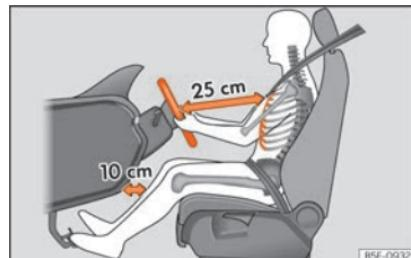

Fig. 3 La separación correcta entre el conductor y el volante debe ser de 25 cm como mínimo (10 pulgadas).
- Ajuste el volante de modo que quede a una distancia de, por lo menos, 25 cm (10 pulgadas) del esternón »» **fig. 3** y lo pueda sujetar con ambas manos por los lados, por la parte exterior, con los brazos ligeramente flexionados.
- Ajuste longitudinalmente el asiento de forma que pueda pisar a fondo los pedales con las rodillas ligeramente flexionadas y que quede una distancia entre la zona de las rodillas y el tablero de instrumentos de al menos 10 cm (4 pulgadas) »» **fig. 3**.